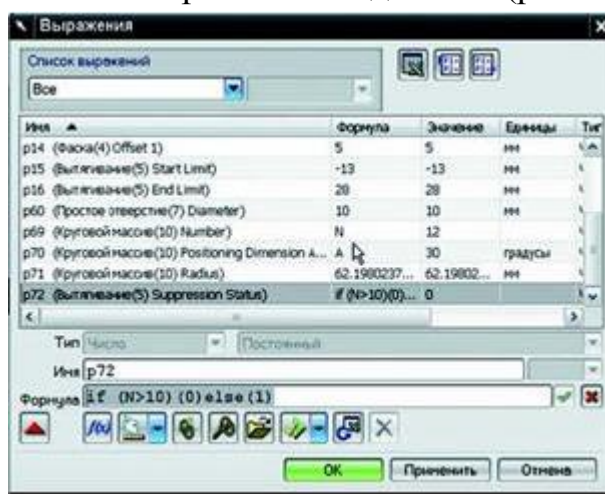

Рисунок 8. Задание формулы
- Выделите переменную подавления и в поле Формула впишите “if (N>10) (0) else (1)”, нажмите Применить в диалоге (рис. 8)